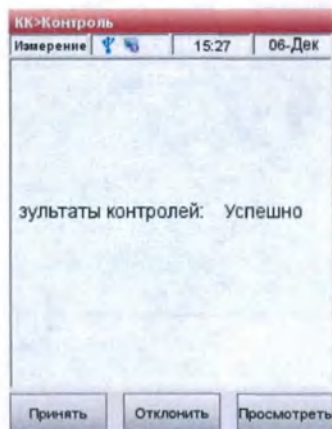

Рис.4-24 Принять КК результаты
- На следующем экране (Рис.4-24) вы можете нажать <Принять>, если результаты приемлемы, и результаты будут сохранены в базе данных управления.